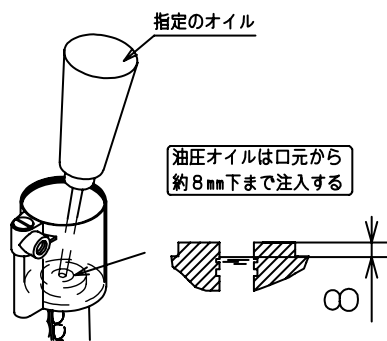

図7-5
- (4) ハンドル内部のラムの入っていた穴に指定の油圧オイル（表5-1）を注入してください。油面が口元から約8mm下になるまで注入してください。（図7-5）